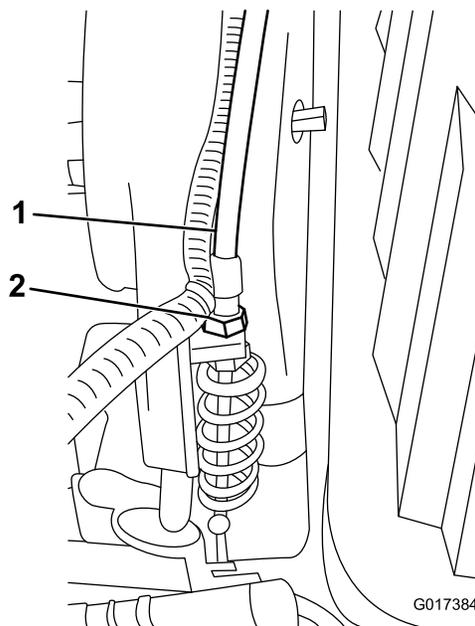

图45
3. 在变速箱隔板上，调整滚刀控制装置拉线（图45），使弹簧长度达到 70.6~72.4mm。